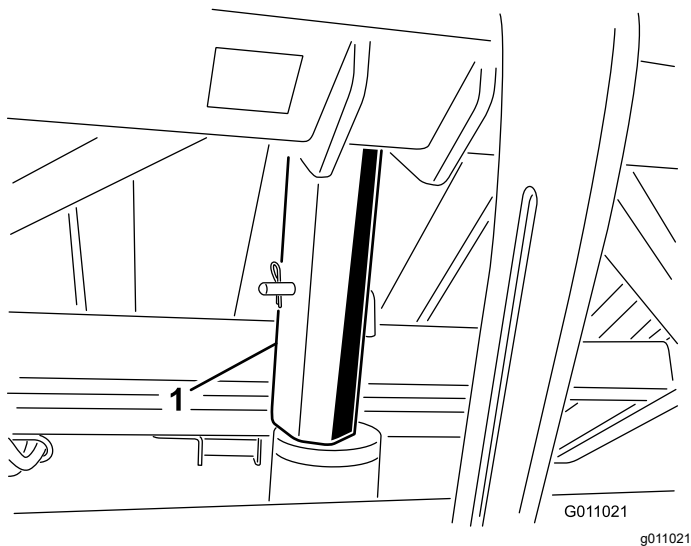

Рисунок 27
3. Установите предохранительную опору бункера на шток цилиндра, убедившись, что концы опоры упираются в корпус гидроцилиндра и в торец штока цилиндра (Рисунок 27).